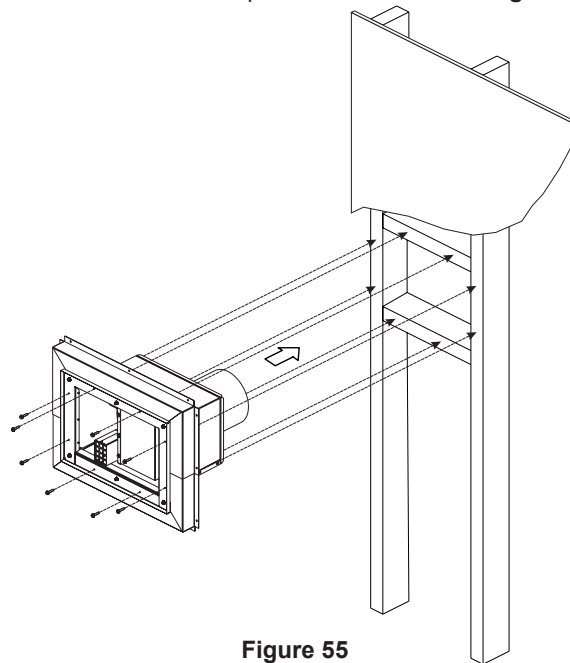

Figure 55
5. Appliquer un cordon de pâte de silicone sur la bride de l'entretoise. Placer le caisson d'évacuation forcée dans l'ouverture avec la sortie d'inducteur vers le bas puis attacher avec les 8 vis n° 10 x 1 po comme illustré à la **Figure 55.**